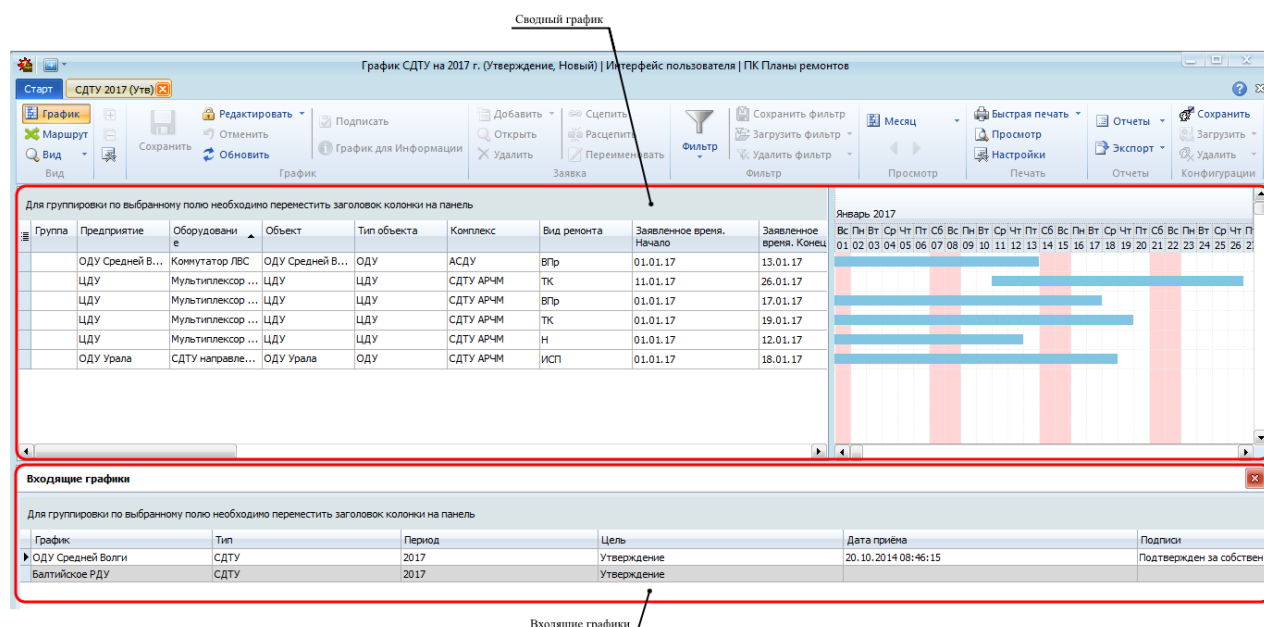

Рисунок 10.36 – Режим просмотра графика «Входящие графики»
- **«Входящие графики»**. Данный режим необходим для просмотра списка входящих графиков для текущего сводного графика (Рисунок 10.36). Включение режима осуществляется выбором пункта «Входящие графики» из раскрывающегося списка по кнопке « Вид» (Рисунок 10.30). Данный режим просмотра недоступен для выбора в графике с типом «Моделирование» и в графике с целью «Уведомление».